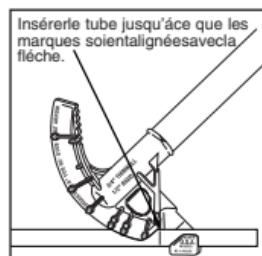

Figure 1
2. Faire passer le conduit dans le crochet, à l'avant de la cintreuse, pour aligner le repère avec la flèche (figure 1).